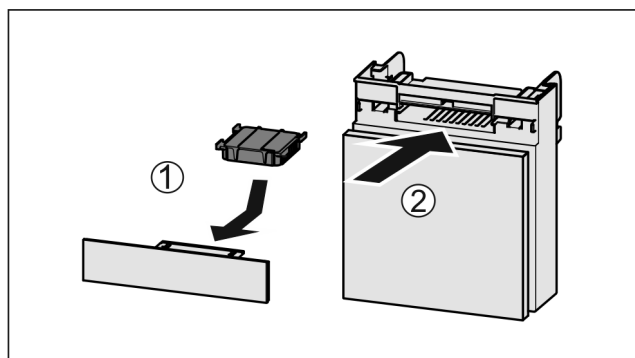

Fig. 155
- Insérer le filtre à charbon actif d'après le schéma Fig. 155 (1).
- Insérer le compartiment Fig. 155 (2).